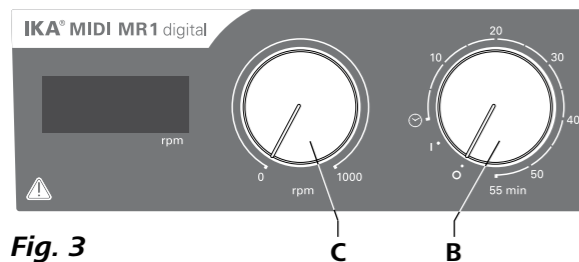

Fig. 3
- ☞ Seadme käivitamiseks keerake pöördenuppu „**Sisse/Välja**“ ja nupp „**Taimer**“ (**B**, vt **Fig. 3**) päripäeva asendisse „**1**“.
- ☞ Sisestage mootori pöörete arv reguleerimisnupuga „**Pöörete arv**“ (**C**, vt **Fig. 3**). Pöörete arv on seadistatav vahemikus 0 kuni 1000 rmp **MIDI MR 1 digital** i ja 0 kuni 600 rmp **MAXI MR1 digital** i jaoks.